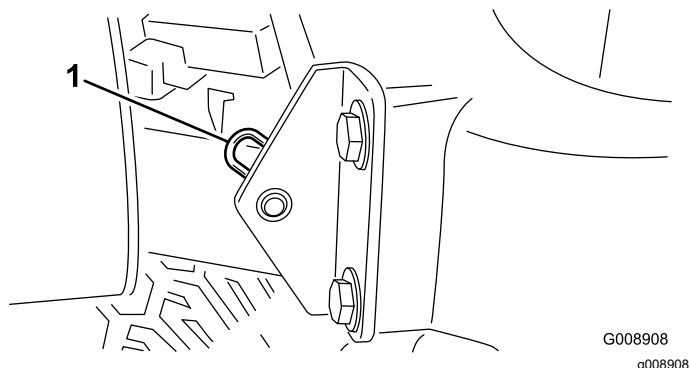

Рисунок 39
2. Снимите игольчатый шплинт крепления оси поворота капота к монтажным кронштейнам (Рисунок 39).